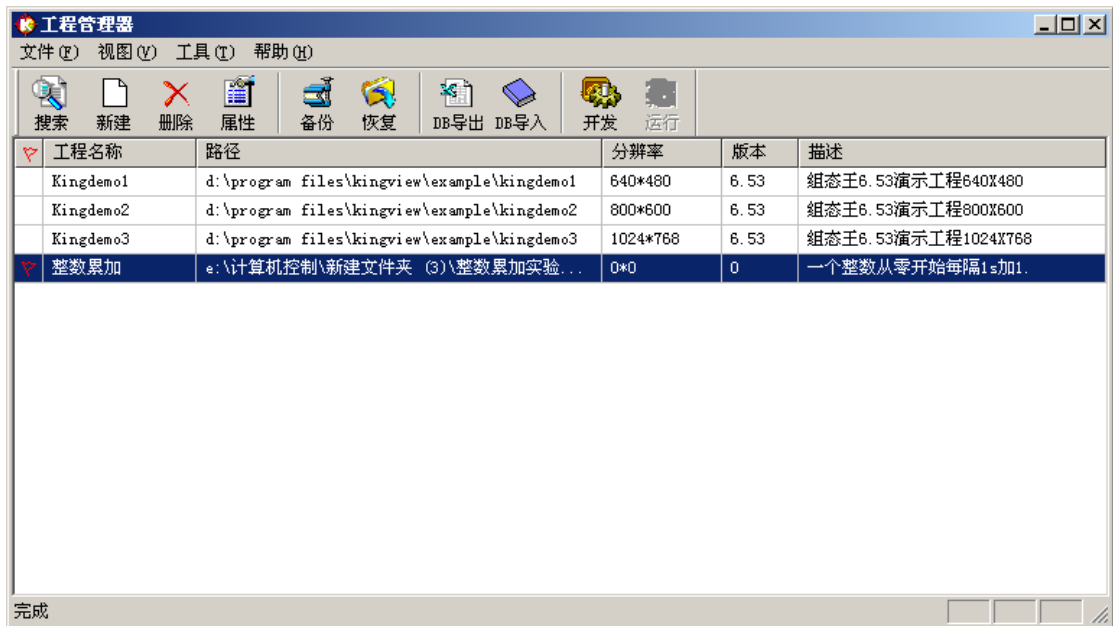

图 2-5 新工程建立
(5) 单击“完成”按钮，新工程建立，单击“是”按钮，确认将新建的工程设为组态王当前工程，此时组态王工程管理器中出现新建的工程，如图 2-5 所示。
(4) 点击“完成”会出现“是否将新建的工程设为组态王当前工程”的提示，选择“是”，然后系统返回工程管理器界面，并在工程信息显示区显示新建工程，如图 2-5 所示。